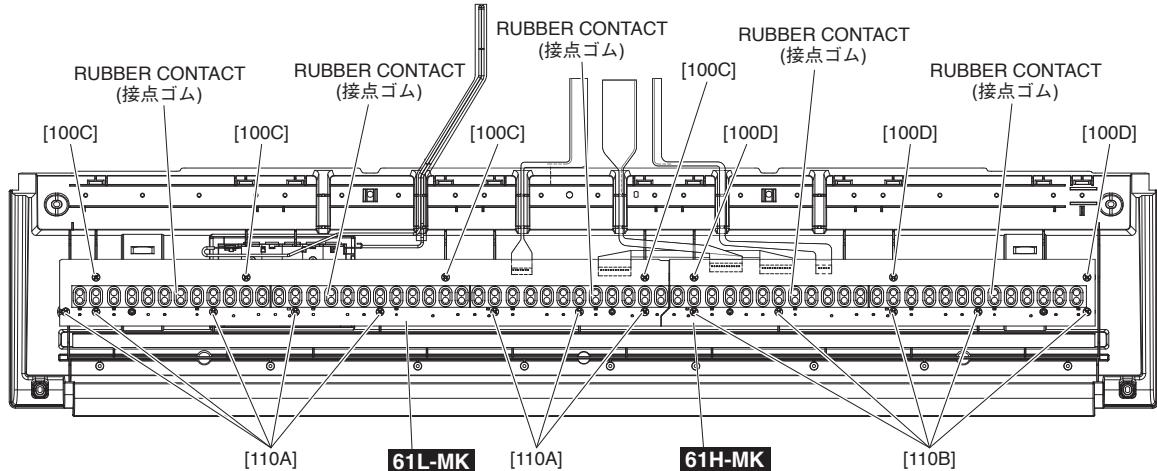

Fig.10 (図 10)
14-4-2 Remove the rubber contacts. (Photo 2, Fig.10)
14-4-2 それぞれの接点ゴムを外します。(写真 2、図 10)
14-5-2 Remove the four (4) screws marked [100C] and eight (8) screws marked [110A]. The circuit board 61L-MK can then be removed. (Fig.10)
14-6-2 Remove the three (3) screws marked [100D] and five (5) screws marked [110B]. The circuit board 61H-MK can then be removed. (Fig.10)
14-5-2 [100C] のネジ 4 本と [110A] のネジ 8 本を外して、シート 61L-MK を外します。 (図 10)
14-6-2 [100D] のネジ 3 本と [110B] のネジ 5 本を外して、シート 61H-MK を外します。 (図 10)